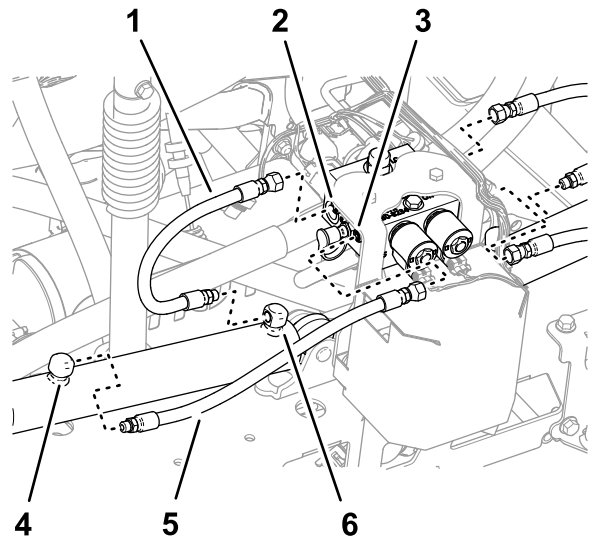

Bild 39
2. Entfernen Sie die Schläuche von den Anschlüssen C2 und C4 des Hubzylinderverteilers (Bild 39).
- Entfernen Sie die Schläuche von den Rückzuganschlüssen der linken und rechten Hubzylinder (Bild 39).
- Entfernen Sie die Schläuche von den Anschlüssen C1 und C3 des Hubzylinderverteilers (Bild 39).